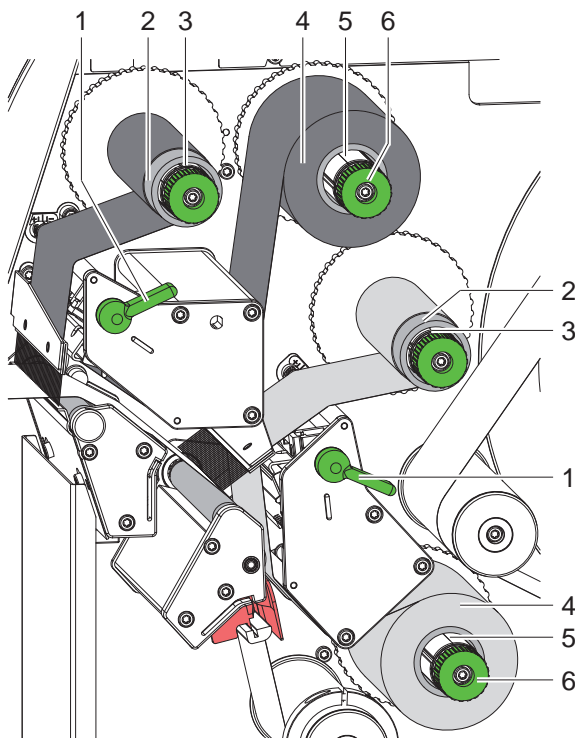

Bild 14 Transferfolie einlegen
2. Hebel (1) entgegen dem Uhrzeigersinn drehen, um den Druckkopf anzuheben.
3. Transferfolienrolle (4) so auf den Abwickler (5) schieben, dass die Farbbeschichtung der Folie nach dem Einlegen auf der dem Druckkopf abgewandten Seite liegt.
4. Abwickler (5) festhalten und Drehknopf (6) entgegen dem Uhrzeigersinn drehen, bis die Rolle fixiert ist.
5. Geeigneten Kern (2) auf den Transferfolienaufwickler (3) schieben und in analoger Weise wie die Folienrolle fixieren.
6. Transferfolie wie in Bild 14 durch die Druckmechanik führen. Die gestrichelte Linie gilt für Folien mit außengewickelter Beschichtungsseite.
7. Transferfolienanfang mit einem Klebestreifen am Transferfolienkern (2) fixieren. Rotationsrichtung des Transferfolienaufwicklers entgegen dem Uhrzeigersinn beachten.
8. Transferfolienaufwickler (3) entgegen dem Uhrzeigersinn drehen, um den Transferfolienlauf zu glätten.
9. Hebel (1) in Uhrzeigerrichtung drehen, um den Druckkopf zu verriegeln.